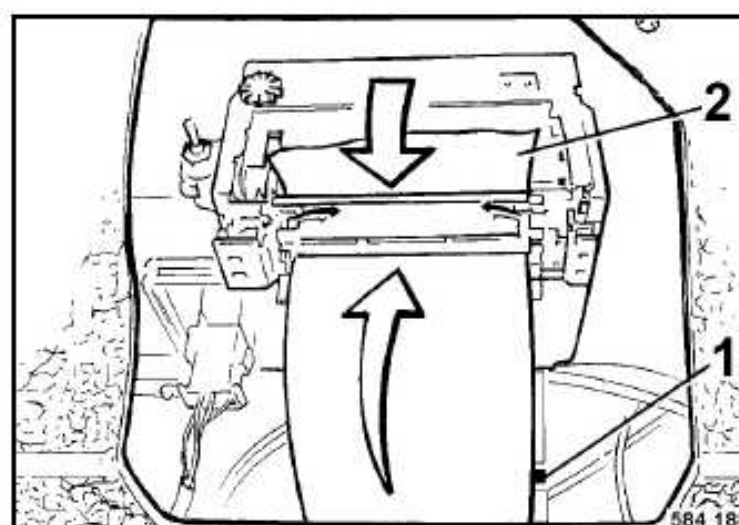

Fig. 89
- Sacar el eje 1 (Fig. 89) con el resto del rollo de papel (2).